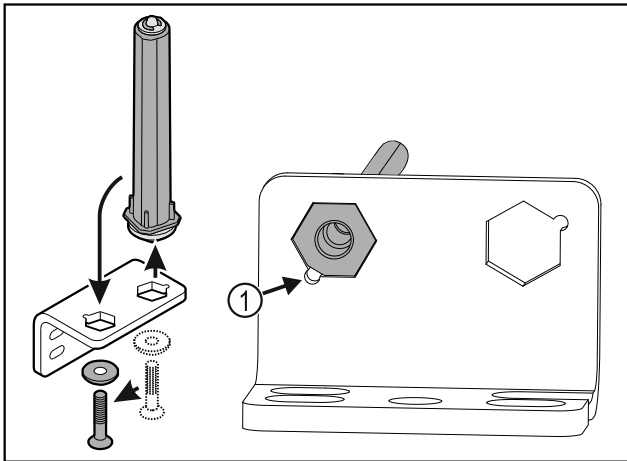

Fig. 29
- ▶ Βεβαιωθείτε ότι κατά την τοποθέτηση η λοξοτομή του πείρου είναι στραμμένη Fig. 29 (1) προς τη στρογγυλή οπή.